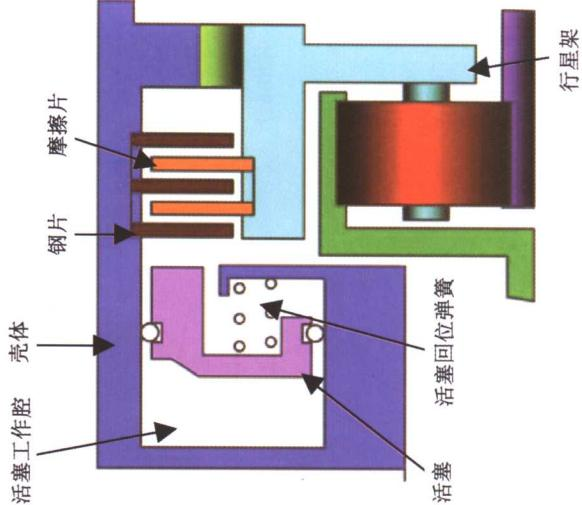

图 1-5 制动器
5.多片湿式制动器(图 1-5 至图 1-8)	(3)
5.多片湿式制动器(图 1-5 至图 1-8)